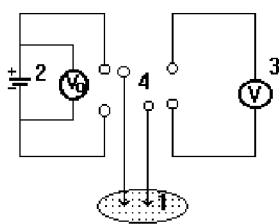

Рисунок 7
1. Собрать электрическую схему (рисунок 7), состоящую из исследуемого питательного вещества и иглы - 1;